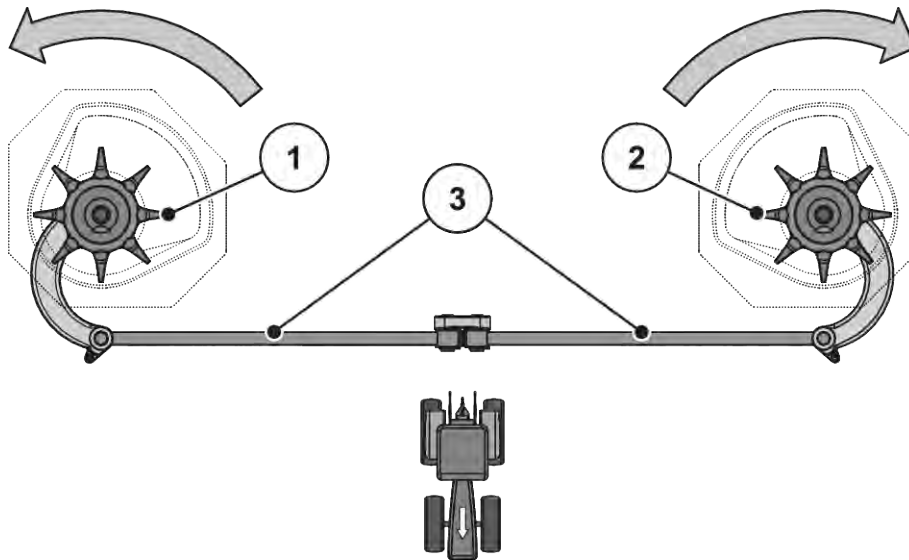

Fig. 61: Vérification de l'entraînement de l'agitateur
- Faire tourner la tête de l'agitateur à la main **dans le sens de rotation du disque d'épandage**. Voir Fig. 61 Vérification de l'entraînement de l'agitateur.
- Faire tourner vigoureusement l'agitateur à la main ou à l'aide d'une sangle pour filtre à huile **dans le sens de rotation inverse du disque d'épandage**. Voir Fig. 61 Vérification de l'entraînement de l'agitateur